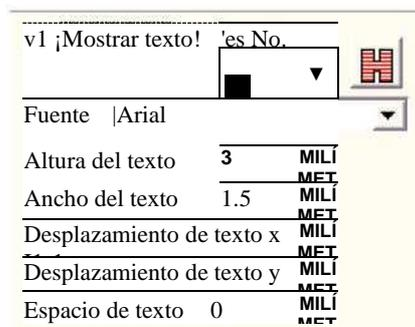

Figura 4-15 Mostrar
4. Si se debe mostrar un texto correspondiente debajo del código de barras (Figura 4-15)